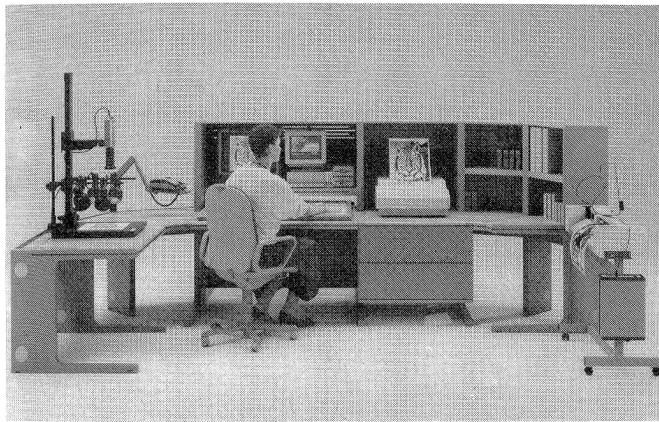

Abb. 1 CAD/CAM Anlage VDU selectanit für Modell- und Musterentwurf einschließlich Strickprogrammerstellung und zur Fertigungssteuerung der Flach-Strickerei.
In Design und Konzeption an die CMS selectanit Flachstrickmaschinen angepasst, präsentiert sich die neue VDU selectanit (R) Abb. 1 in grösster Leistungsfähigkeit. Gemeinsam mit der von Stoll entwickelten Programmiersprache sintral (R) übernimmt die VDU selectanit die komplette Musteraufbereitung und die automatische Erstellung aller Strickprogramme.